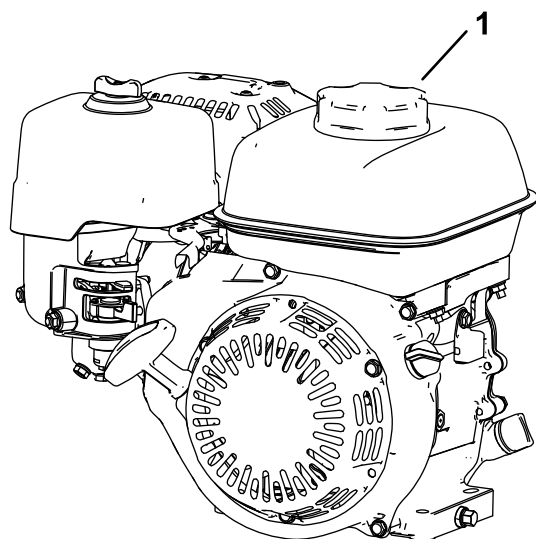

図 5
3. 燃料キャップの周囲をきれいに拭いてキャップを外す 図 5。